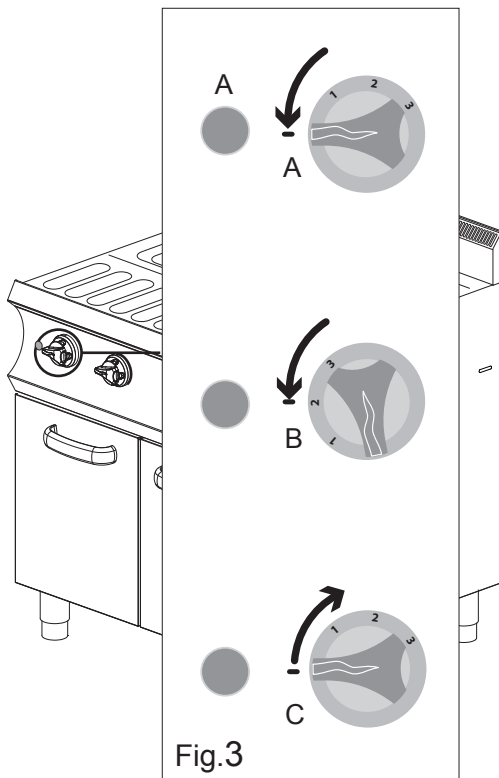

Fig.3
1. Gire la llave de encendido a la posición "1-2-3", según las exigencias del trabajo. El indicador verde encendido indica que se está en fase de funcionamiento (Fig. 3-A/B).